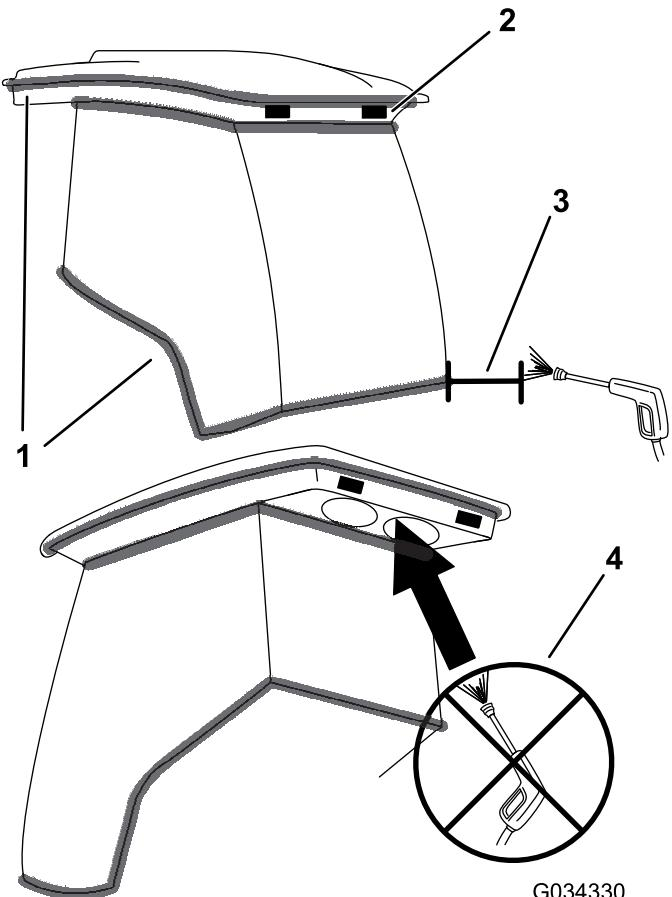

Figure 144
**Important:** Faites attention près des joints et des éclairages de la cabine (Figure 144). Si vous utilisez un nettoyeur haute pression, n'approchez pas le jet à moins de 0,6 m (2 pi) de la machine. Ne dirigez pas le jet haute pression directement sur les joints et les éclairages de la cabine ou sous le surplomb arrière.